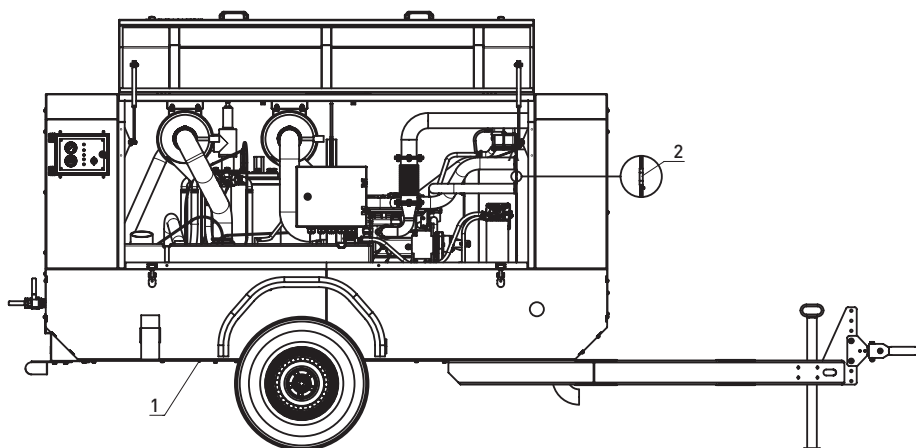

Рис. 6.14.3
1. Подставить домкрат в место крепления домкрата поз.1 Рис. 6.14.3 на днище компрессора. Домкрат следует использовать с плоской опорной площадкой, с грузоподъемностью не менее 2000 кг.
В процессе работы в интеркулере может скапливаться жидкость. Для того чтобы слить жидкость из интеркулера надо отвернуть сливную пробку поз.2 Рис. 6.14.3, слить в заранее подготовленную ёмкость жидкость, затем завернуть сливную пробку. По окончании работ убедиться в герметичности.